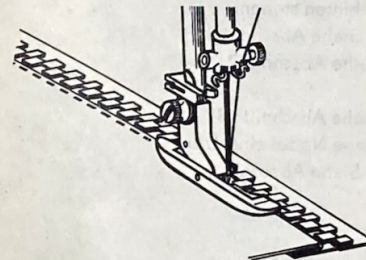

Abb. 59
41. Einnähen von Reißverschlüssen (siehe Abschnitt 19 Pkt. 3) (Abb. 59)